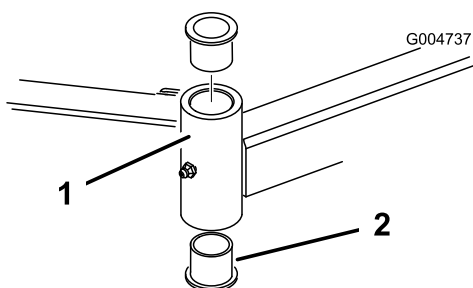

Figura 83
- Inserte un botador fino en la parte superior o inferior del tubo de montaje y dé golpes hasta retirar el casquillo del tubo (Figura 83). Retire también el otro casquillo del tubo. Limpie el interior de los tubos para eliminar toda suciedad.